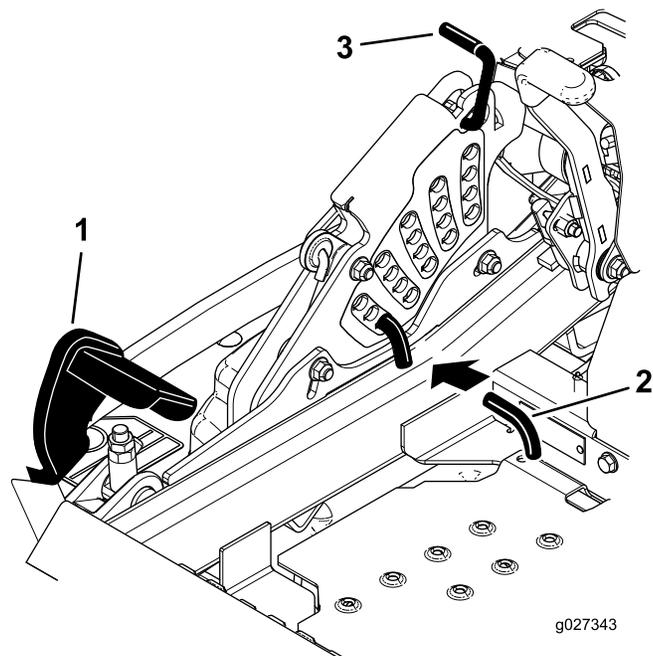

Figure 99
5. Enfoncez la pédale de levage du tablier de coupe au maximum pour verrouiller le tablier à la position transport de 14 cm (5,5 po) (Figure 99).